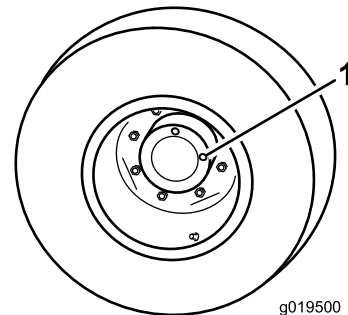

Figura 17
1. Com a máquina numa superfície plana, posicione a roda de forma a que 1 tampão de verificação fique na posição das 12 horas e o outro na das 3 horas (Figura 17).
2. Retire o tampão da posição das 3 horas (Figura 17).